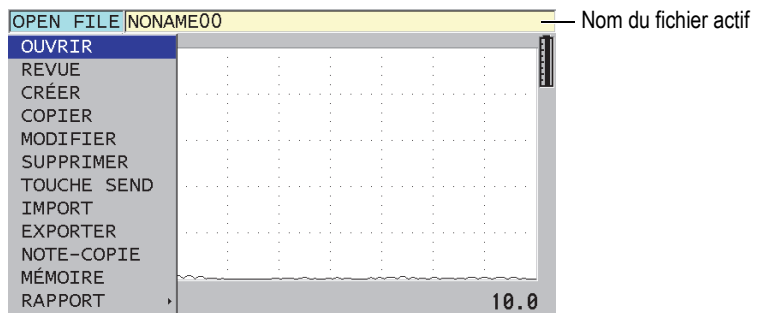

Figure 11-1 Nom du fichier actif dans la barre de l'ID
L'enregistreur de données du 39DL PLUS est un système de fichiers qui ouvre un fichier à la fois. Le fichier actif enregistre la mesure d'épaisseur sous un identifiant (ID) de point de mesure d'épaisseur. Lorsque vous appuyez sur la touche [SAVE/SEND], la valeur affichée est enregistrée sous l'ID en cours du fichier actif. L'ID est automatiquement incrémenté pour la mesure suivante. Lorsque vous appuyez sur la touche [FILE], le nom du fichier actif apparaît dans la barre de l'ID située au-dessus du menu (Figure 11-1 à la page 189).